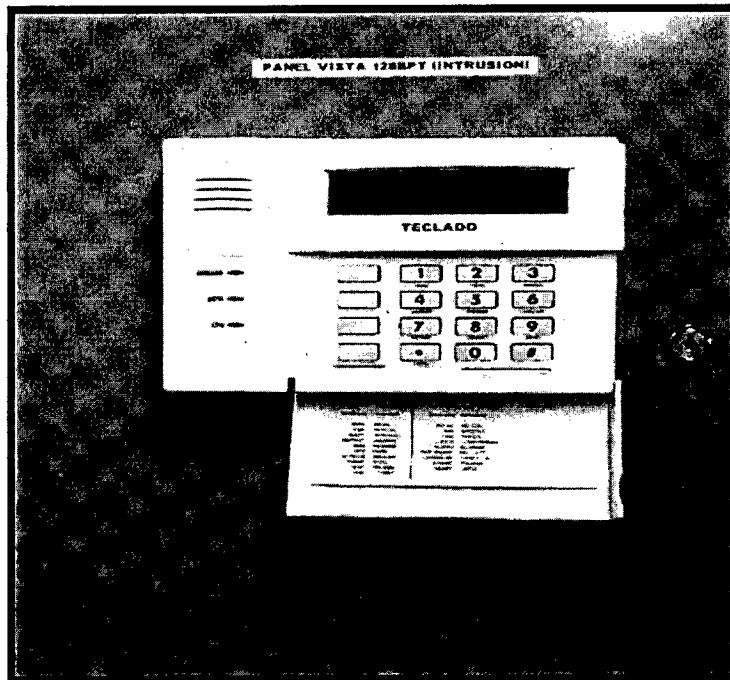

Imagen 16. Panel Vista Intrusión.
- 17) Se tiene un Panel Vista 128, que tiene disponibilidad para 128 zonas en las cuales se conectan los botones de pánicos ubicados en la recepción, en la imagen 16 se observa el panel instalado.